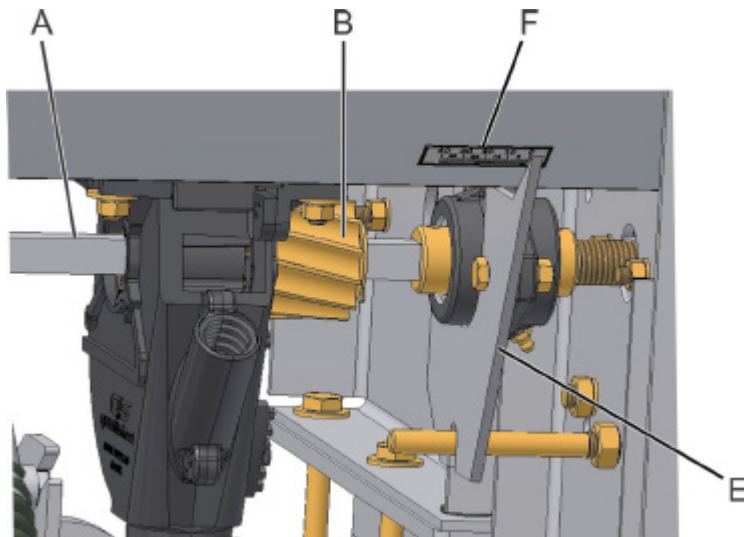
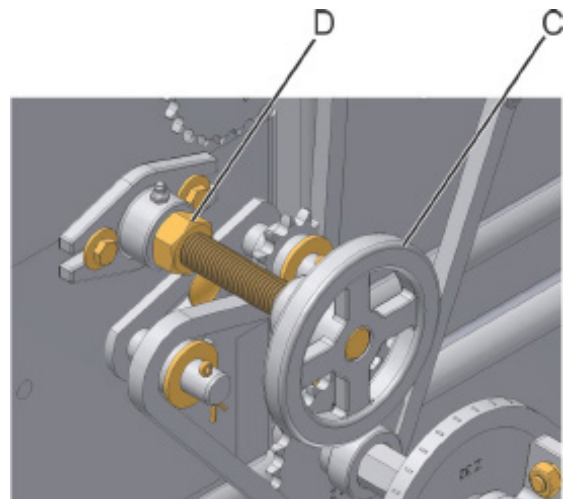

fig. 15
fig. 16
El procedimiento de regulación es realizado a través del desplazamiento del eje (A) (fig. 15) que puede aumentar o disminuir la apertura de trabajo de los rotores (B) dentro de la caja distribuidora, usando el manípulo (C) (fig. 16). Después de obtener el flujo de las semilla deseada, fijarla con el manípulo regulador moviendo en la tuerca de fijación (D).
Observe la posición del indicador (E) (fig. 15) en la escala milimétrica (F) para obtener el ajuste aproximado a través de las tablas indicadoras conforme la cultura que será establecida.